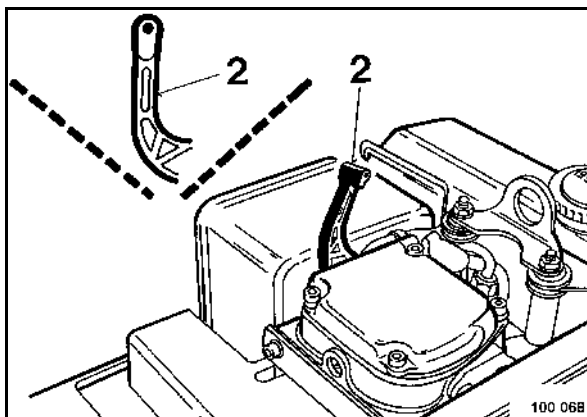

fig. 27
Le levier de décrompression (2) (fig. 27) est à nouveau sur sa position initiale après le 5ème tour de manivelle.